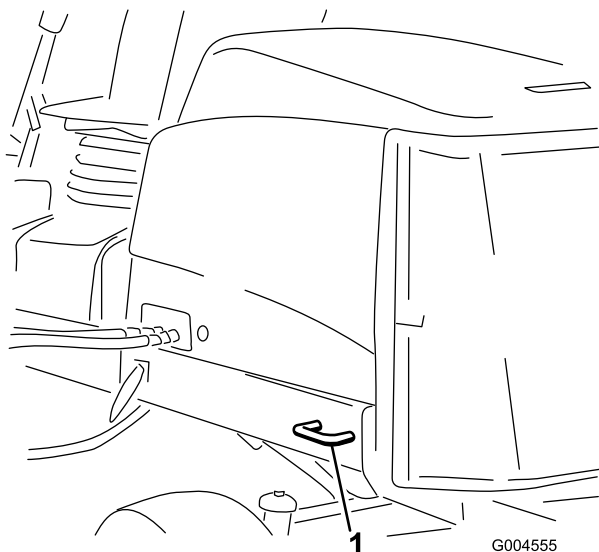

Figure 23
- **Arrière de la machine** – chaque côté de la machine sur le cadre arrière (Figure 23)